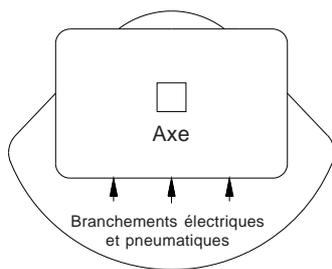
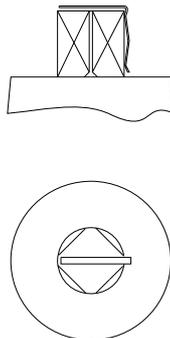

FIGURE 1 : Position à mi-course de l'axe de l'actionneur
FIGURE 2 : Position de la tige anti-jeu sur les modèles 07_ à 15_
- 3.1 Placer la palette de l'actionneur à **mi-course** avec la sortie d'axe carrée comme sur la figure 1. Cela permettra d'éviter toute erreur dans l'orientation de l'axe du positionneur.
- 3.2 Fixer le boîtier du positionneur sur l'actionneur selon l'orientation indiquée en figure 1 en vérifiant que les 2 joints toriques sont à leur place pour l'étanchéité des conduits pneumatiques et que l'axe de l'actionneur est centré dans son orifice. Sur les modèles 07_ à 15_, placer la tige anti-jeu sur le carré de sortie de l'actionneur si axe métal (voir figure 2).